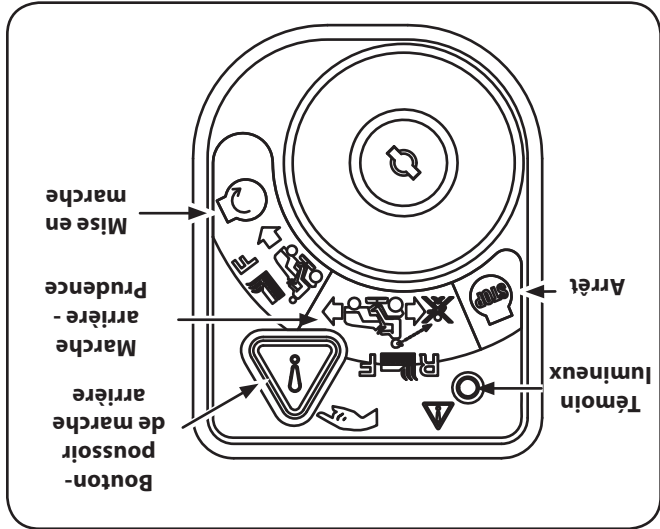

Figure 5-9
2. Déplacez la clé de la position « NORMAL MOWING » (Verte) (Tonte normale) à la position « REVERSE CAUTION MODE » (Jaune) (Marche arrière - Prudence). Voir la Figure 5-9.
3. Appuyez sur le BOUTON-POUSOIR DE MARCHÉ ARRIÈRE (Bouton triangulaire orange) dans le coin supérieur droit du module d'allumage. Le témoin lumineux rouge dans le coin supérieur gauche s'allume quand la marche arrière est embrayée. Voir la Figure 5-9.